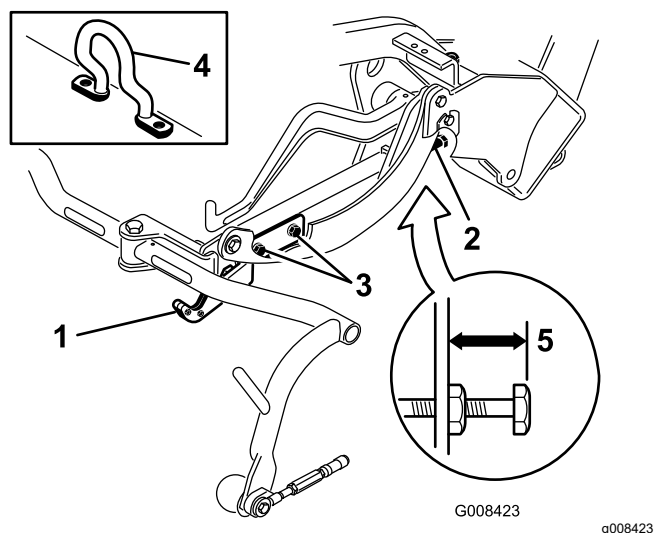
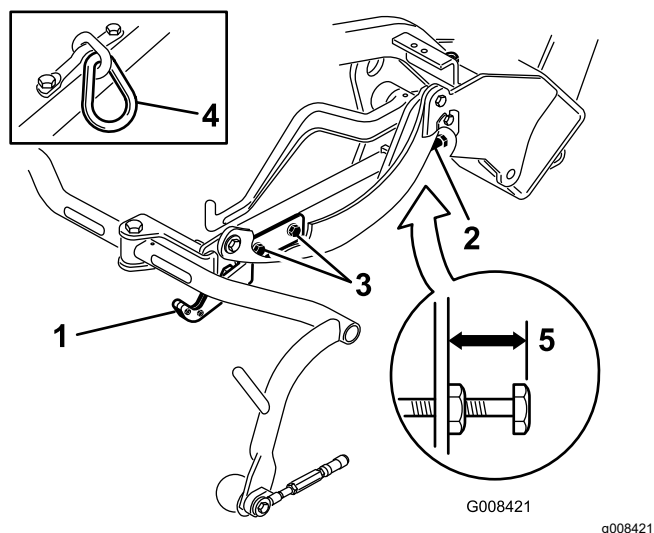
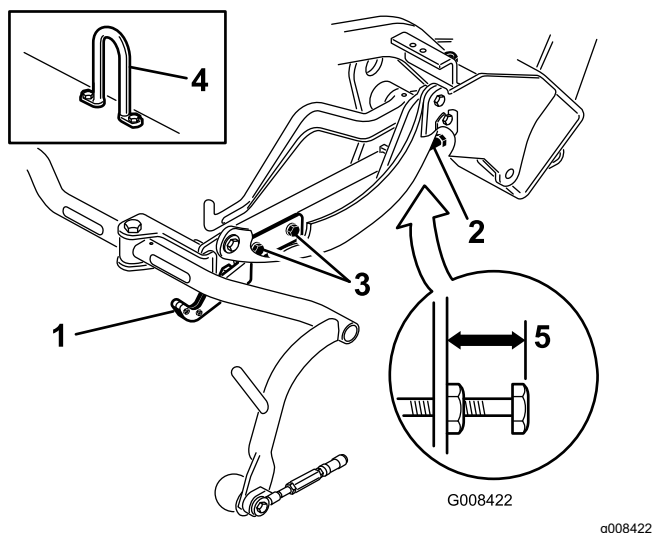

Рисунок 10
Рисунок 11
Рисунок 12
3. Если режущие блоки оснащены звеном цепи или прямой подъемной проушиной (Рисунок 11 и Рисунок 12, врезки), убедитесь, что расстояние от верха регулировочного винта несущей рамы до задней стороны несущей рамы составляет 22 мм. Если расстояние не равно 22 мм, перейдите к этапу 4. Если режущий блок оборудован подъемной серьгой (Рисунок 10), перейдите к следующему этапу.
Проверьте и при необходимости отрегулируйте транспортную высоту (Рисунок 11 и Рисунок 12).
2. Если режущие блоки оснащены изогнутой подъемной проушиной (Рисунок 10, врезка), убедитесь, что расстояние от верха регулировочного винта несущей рамы до задней стороны несущей рамы составляет 25 мм. Если расстояние не равно 25 мм, перейдите к этапу 4.
4. Ослабьте винты крепления транспортной планки (Рисунок 11, Рисунок 12 и Рисунок 10).
7. Если несущие рамы находятся на разной высоте, ослабьте контргайку на регулировочном винте несущей рамы (Рисунок 10, Рисунок 11 и Рисунок 12). Выкручивайте винт для подъема и вкручивайте для отпускания. При достижении требуемой высоты затяните контргайку.